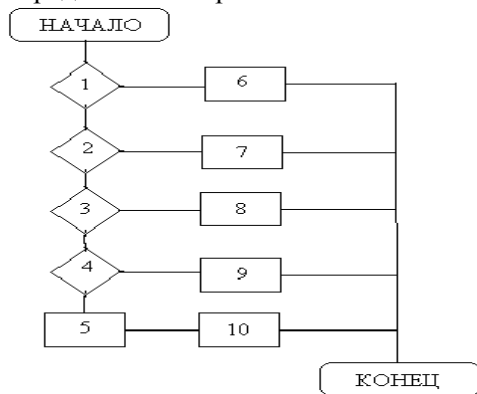

Рис. 7.7
12. Алгоритм поиска неисправностей приемной части в приемопередатчике представлен на рис. 7.7.